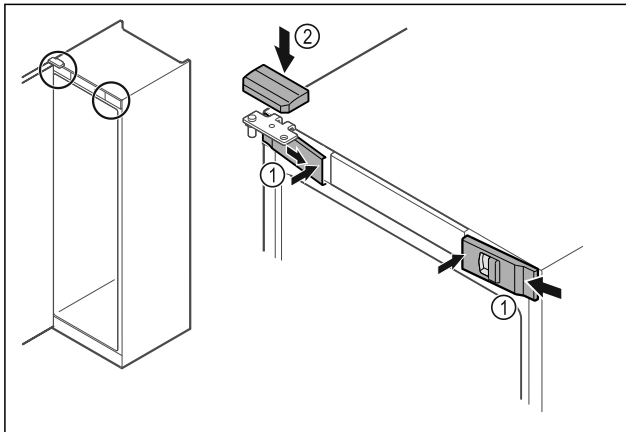

Fig. 51
- ▶ Accrocher les caches avant Fig. 51 (1) par les côtés et les enclencher en appuyant sur l'intérieur.
- ▶ Insérer le cache supérieur Fig. 51 (2) par le haut.